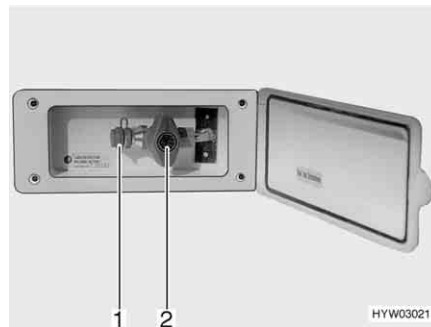

Fig. 80 Raccordement externe de gaz avec robinet d'arrêt de gaz fermé
Le raccordement externe de gaz (Fig. 80) se trouve, selon les modèles, à l'arrière ou sur le côté gauche ou droit du véhicule.
- Raccorder l'appareil à gaz externe sur le raccord (Fig. 80,1).
- Ouvrir le robinet d'arrêt de gaz (Fig. 80,2).